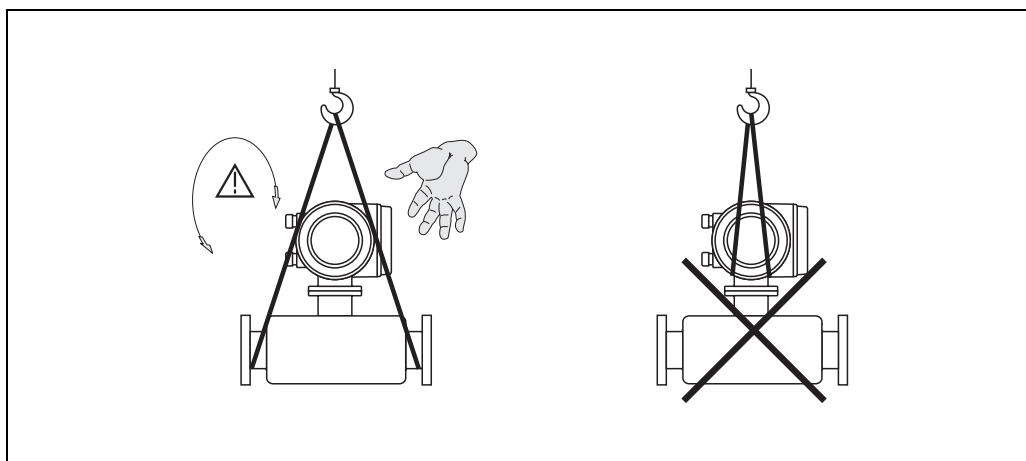

Abb. 4: Transporthinweise für Messaufnehmer mit $> \text{DN } 40$ ($> 1\frac{1}{2}"$)
- Messgeräte der Nennweiten $> \text{DN } 40$ ($> 1\frac{1}{2}"$) dürfen für den Transport nicht am Messumformergehäuse oder am Anschlussgehäuse der Getrenntausführung angehoben werden (Abb. 4). Verwenden Sie für den Transport Tragriemen und legen Sie diese um beide Prozessanschlüsse. Ketten sind zu vermeiden, da diese das Gehäuse beschädigen können.